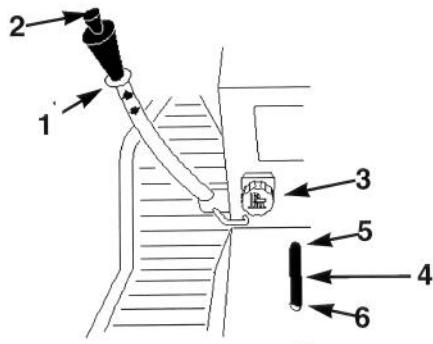

Bild 9
Mit dem Werkzeughubhebel (Bild 9) lässt sich verschiedenes Werkzeugzubehör anheben und absenken.
Die Höheneinstellung (Bild 9) beschränkt die Bewegung von Werkzeugen nach unten. Das Höheneinstellrad wird zum Ändern des Anschlags nach oben oder unten gedreht. Zum Anheben im Uhrzeigersinn drehen, im Gegenuhrzeigersinn, um die Werkzeughöhe zu reduzieren.
1. Den Werkzeughubhebel anheben; siehe Werkzeug anheben. In der angehobenen Stellung lässt sich das Höheneinstellrad (Bild 9) zum Ändern des Anschlags drehen. Zum Anheben im Uhrzeigersinn drehen, im Gegenuhrzeigersinn, um die Werkzeughöhe zu reduzieren.
2. Die Höhenanzeige (Bild 9) gibt die Änderung der Werkzeughöheneinstellung während der Einstellung auf- oder abwärts an.